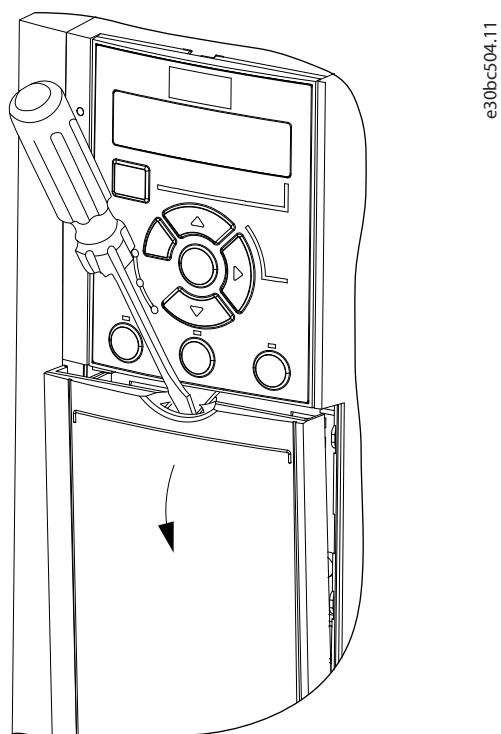

Figura 6: Acesso à Fiação de Controle para Tamanhos de Gabinetes J1-J7
- Remova a chapa de tampa com uma chave de fenda. Consulte a Figura 6.